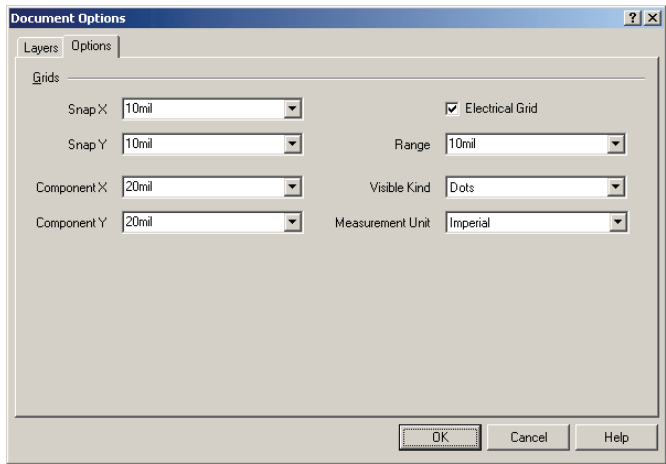

图 6-6 “Options” 对话框
3) “Options” 选项卡如图 6-6 所示。“Options” 选项包括 Snap (栅格)、Electrical Grid (电气栅格)、Measurement Unit (计量单位) 设置等。
在图 6-6 的各个选项中可以进行相关参数设置。